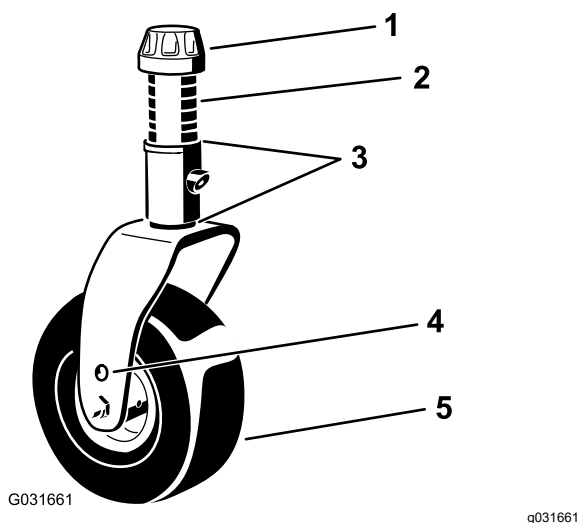
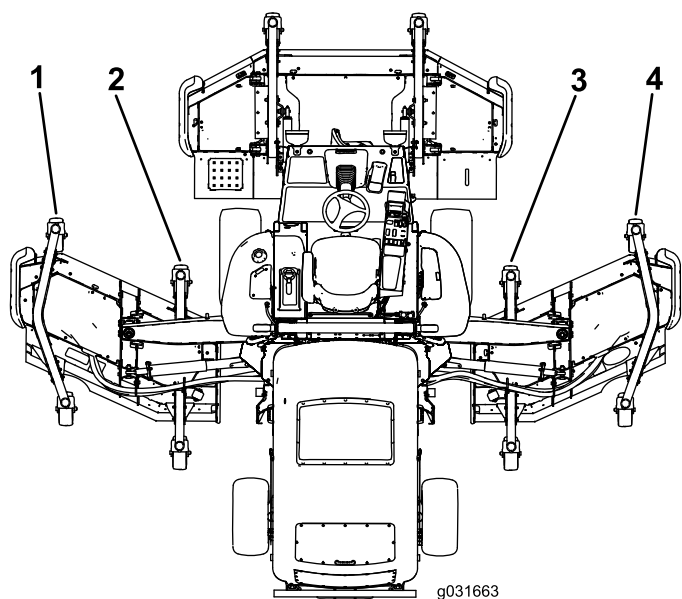

Рисунок 28
Рисунок 29
5. Если внутренняя кромка бокового режущего блока находится слишком высоко по отношению к наружной кромке переднего режущего блока, снимите одну регулировочную прокладку с нижней части рычага переднего внутреннего поворотного колеса на боковом режущем блоке (Рисунок 28 и Рисунок 29).
бокового режущего блока (Рисунок 28 и Рисунок 29).
7. Если внутренняя кромка бокового режущего блока находится слишком низко по отношению к наружной кромке переднего режущего блока, добавьте одну регулировочную прокладку (толщиной $\frac{1}{8}$ дюйма) на нижнюю часть рычага переднего внутреннего поворотного колеса бокового режущего блока (Рисунок 28 и Рисунок 29).